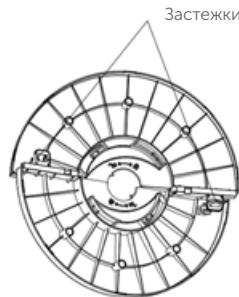

Рис.1
- Возмите обе части основания из комплекта и переверните их вверх дном, совместите под углом стыковочные рамки с соответствующими им застежками на каждой из частей, затем закрепите нажатием (рис. 1). Выровняйте пристегнутые половинки друг с другом.